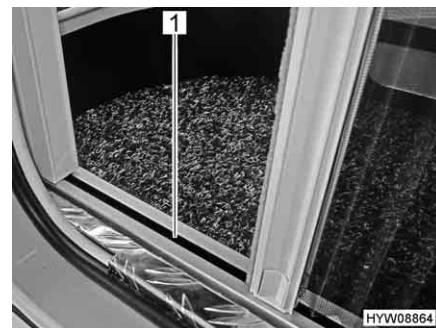

Fig. 47 Protezione contro gli insetti (guida inferiore)
- ▷ Durante l'apertura e la chiusura, afferrare la barra di presa con entrambe le mani. In questo modo è possibile limitare la possibilità che la protezione contro gli insetti si inceppi nelle guide (Fig. 47,1).